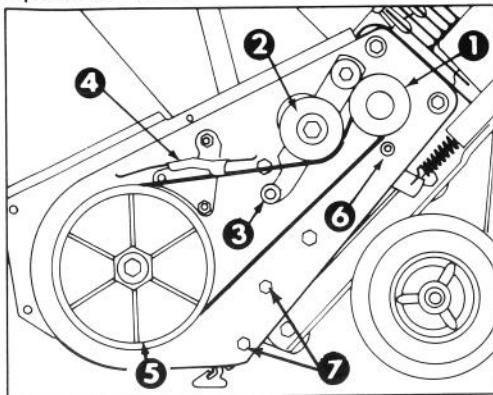

Figure 14
4. Retirer les 2 boulons à tête et écrous qui font tenir le support de logement inférieur à la plaque latérale (cf. fig. 14).
3. ENLEVEMENT DE LA COURROIE (Fig. 14)
4. INSTALLATION DE LA COURROIE (Fig. 14)